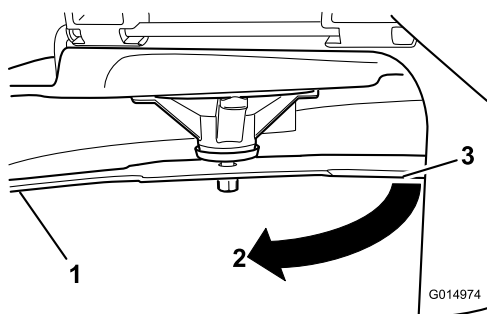

Figure 50
3. Mesurez la distance entre la lame et la surface (A)
4. Tournez la même lame de 180 degrés pour amener l'autre tranchant à la même position (Figure 50).